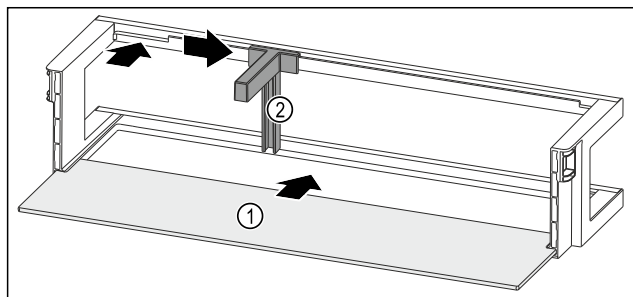

Fig. 95 Estantes en la contrapuerta con estante
- ▶ Introduzca el estante Fig. 95 (1) en los huecos laterales.
- ▶ Inserte el soporte para botellas Fig. 95 (2) en la entalladura.
- ▶ Deslice el soporte para botellas Fig. 95 (2) hacia un lado a la posición deseada.